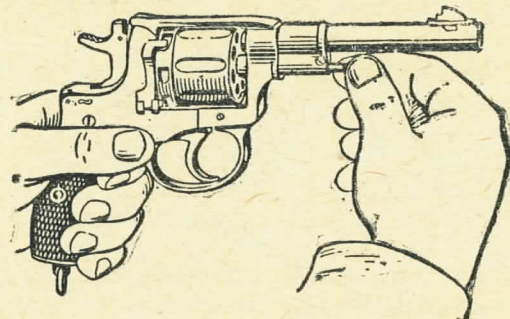

Рис. 26. Как вынуть шомпол
1) **выдвинуть шомпол** из оси барабана: взять револьвер левой рукой за рукоятку, правой рукой повернуть шомпол за головку налево и выдвинуть его доотказа (рис. 26);